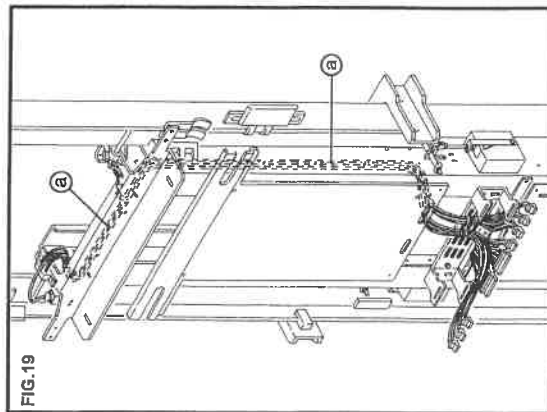

FIG. 19
- Eseguire lo staffaggio delle guaine come descritto in Fig. 19/a.